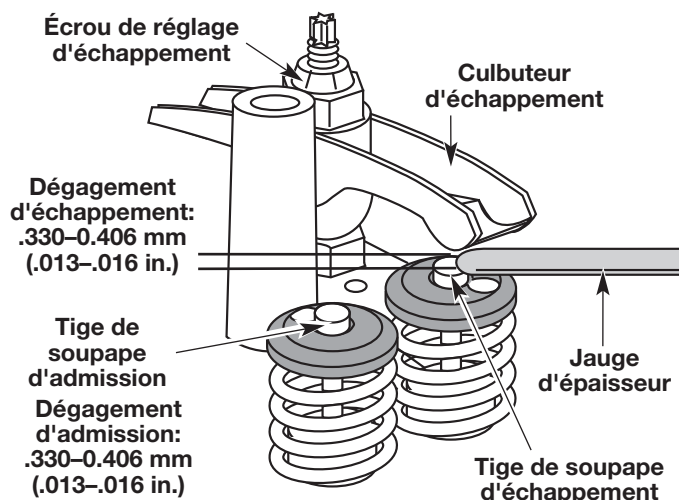

Fig. 55
9. Glissez la jauge d'épaisseur entre le culbuteur et le ressort de rappel de la soupape. Mesurez le jeu entre la tige de soupape et le culbuteur (Fig. 55). Faites-le pour les soupapes d'admission et d'échappement.
- Tournez l'écrou de réglage à l'aide d'une clé de 8 mm (5/16 po) ou d'un tournevis à embout hexagonal (Fig. 55).